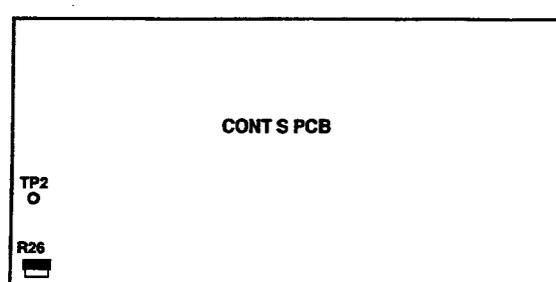

Fig. 2-10
1. Connect the DC voltmeter between TP2 (Fig. 2-10) on the CONT S PCB and GND.
2. When blank tape MTT-5512 is played back in the REV /PLAY mode, adjust R26 (Fig. 2-10) on the CONT S PCB so that the voltage at TP2 reads 2.5 V.
1. CONT S PCB の TP2 (図2-10) と GND 間に DC 電圧計を接続する。
2. REV /PLAY モードで、ブランク・テープ MTT-905 を再生したとき、TP2 の電圧が 2.5V になるように CONT S PCB の R26 (図2-10) を調整する。